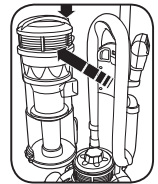

Fig. 5
1. Débranchez l'aspirateur. Appuyez sur le bouton de relâchement du réservoir à poussières pour l'extraire de l'aspirateur (Fig. 5).